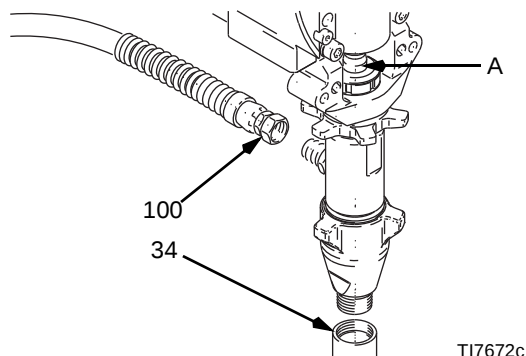

FIG. 15
3. FIG. 15. Faça funcionar a biela da bomba (A) para a posição inferior.
4. FIG. 15. Retire os tubos de sucção (34) e (100).